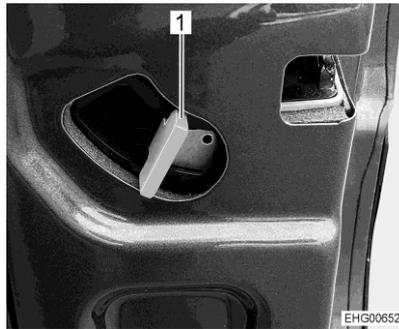

Fig. 10 Poignée d'ouverture des portes arrière
- Pousser la poignée (Fig. 10,1) vers le haut et ouvrir les portes arrière jusqu'en butée.